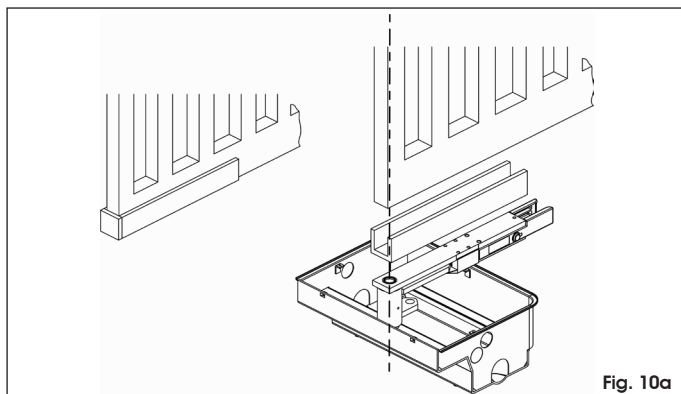

Fig. 10a
- bepaal de positie van de vleugel op het U-profiel op grond van de rotatie-as (Fig. 10a of 10b) en sluit het U-profiel, aan de kant van de pilaar, met behulp van een plaatje zoals aangeduid in Fig. 10a of 10b.